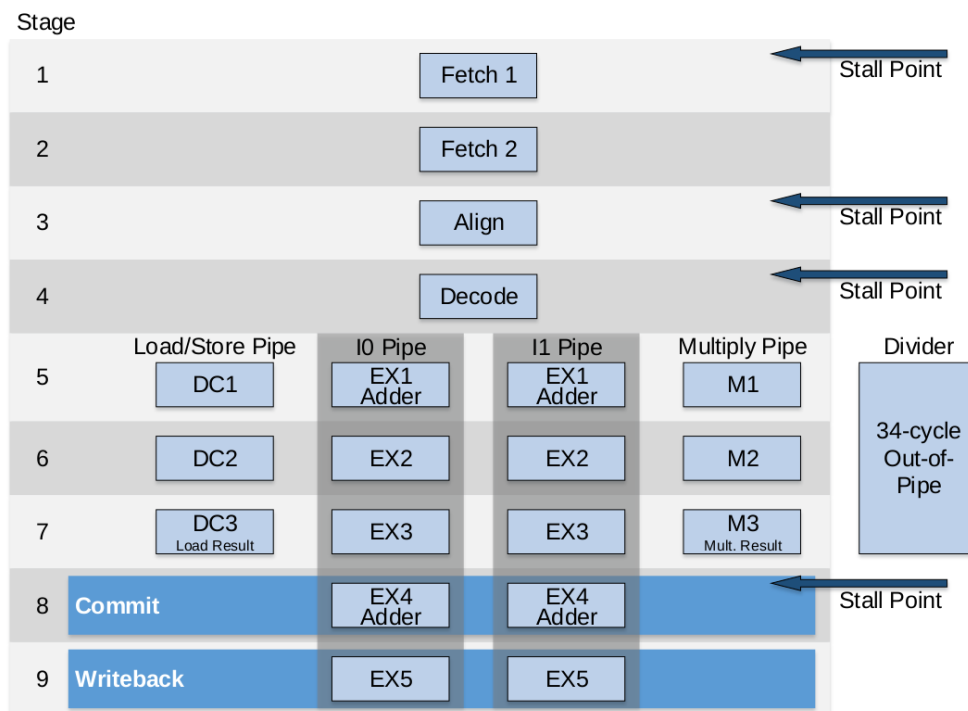

Figura 1. Microarquitetura do core SweRV EH1
Tal como explicado no Guia de Iniciação do RVfpga (GSG), o SweRV EH1 é um processador superescalar de 32 bits, de 2 vias, com 9 andares de pipeline em ordem. A Figura 1 mostra uma visão de alto nível da microarquitetura SweRV EH1. A SweRV EH1 suporta as extensões RISC-V de inteiros (I), instruções comprimidas (C) e multiplicação e divisão de inteiros (M). O seu desempenho impressionantemente elevado por MHz (4,9 CM/MHz) é conseguido graças à inclusão de várias técnicas microarquitetónicas, desde as mais básicas e comuns, como o pipelining e uma cache de instruções, a outras técnicas mais específicas e avançadas, como a execução superescalar, leituras e divisões não bloqueantes, duas ALUs secundárias que permitem a repetição de instruções aritmético-lógicas quando necessário devido a conflitos de dados (ver Laboratório 15 para mais pormenores), leituras e escritas desalinhadas, memórias "scratch pad" para instruções e dados e previsão avançada de ramificações. Todas estas técnicas serão amplamente analisadas nestes laboratórios.
está dividido em 9 andares (Figura 1): *Fetch1*, *Fetch2*, *Align*, *Decode*, *EX1/DC1/M1*, *EX2/DC2/M2*, *EX3/DC3/M3*, *Commit*, e *Writeback*. Ao comparar os dois processadores, alguns estágios são equivalentes, como os andares de *Decode* e *Writeback*. Mas o SweRV EH1 acrescenta caminhos paralelos (pipelines de leitura/escrita vs. inteiros vs. multiplicação), divide alguns andares em vários andares (o *Fetch* tem 2 andares e o *Execute* tem 3 andares) e acrescenta andares (os andares *Commit* e *Align*).